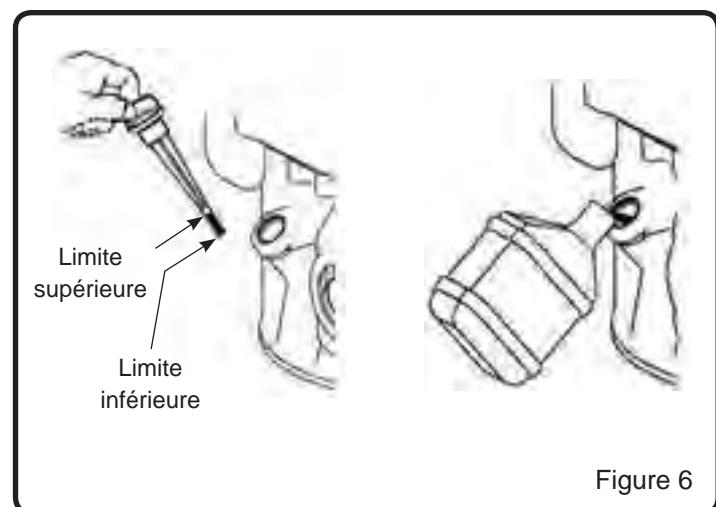

Figure 6
- Lorsque le niveau d'huile est plein, l'huile sera située à la limite supérieure de la jauge graduée. Si le niveau d'huile est situé est près ou sous la limite inférieure, il faut ajouter de l'huile. (Voir Figure 6)